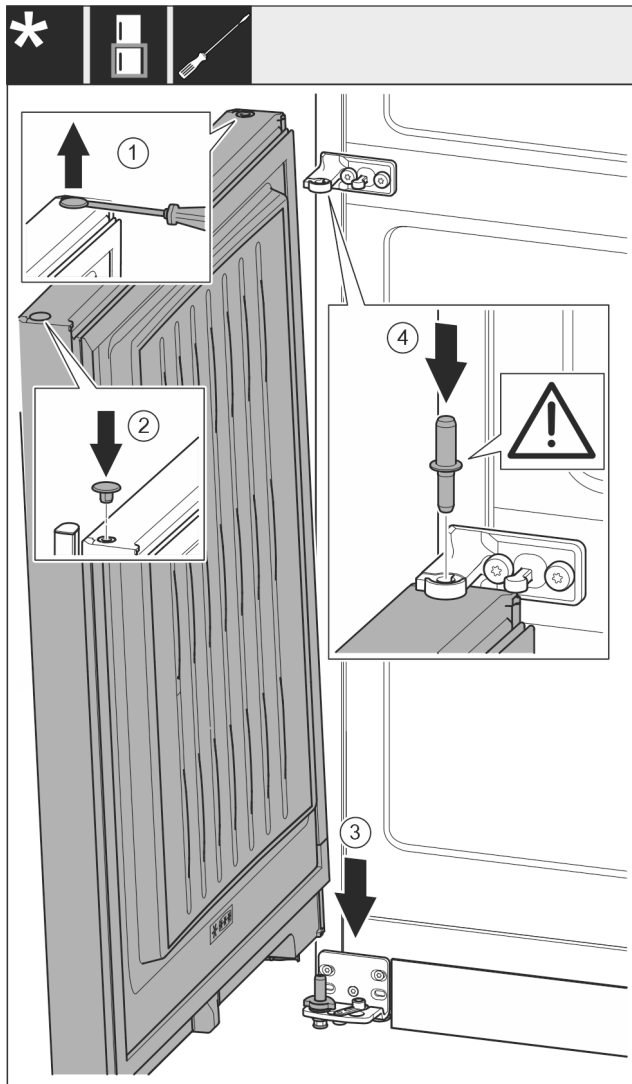

Fig. 56
- Soulever et retirer avec précaution les caches Fig. 56 (1) avec un tournevis plat.
- Replacer les caches Fig. 56 (2) de l'autre côté de la porte.
- Placer la porte Fig. 56 (3) depuis le haut sur l'axe de palier inférieur.
- Insérer l'axe de palier central Fig. 56 (4) dans le support de palier central de la porte inférieure. Veiller à ce que l'ergot soit orienté vers l'arrière.